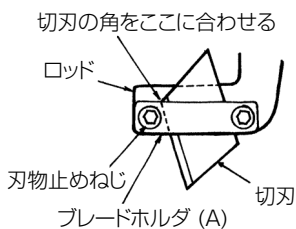

図 14 [切刃の場合]
- (3) 刃物が溝に完全に入っていることを確認した後、切刃の場合は、ブレードホルダ (A) の上面と、切刃の角の部分をお互いに合わせます。(図 14)